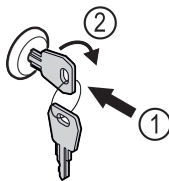

Fig. 181
- ▶ Uvucite ključ. Fig. 181 (1)
- ▶ Okrenite ključ za 90° nadesno. Fig. 181 (2)